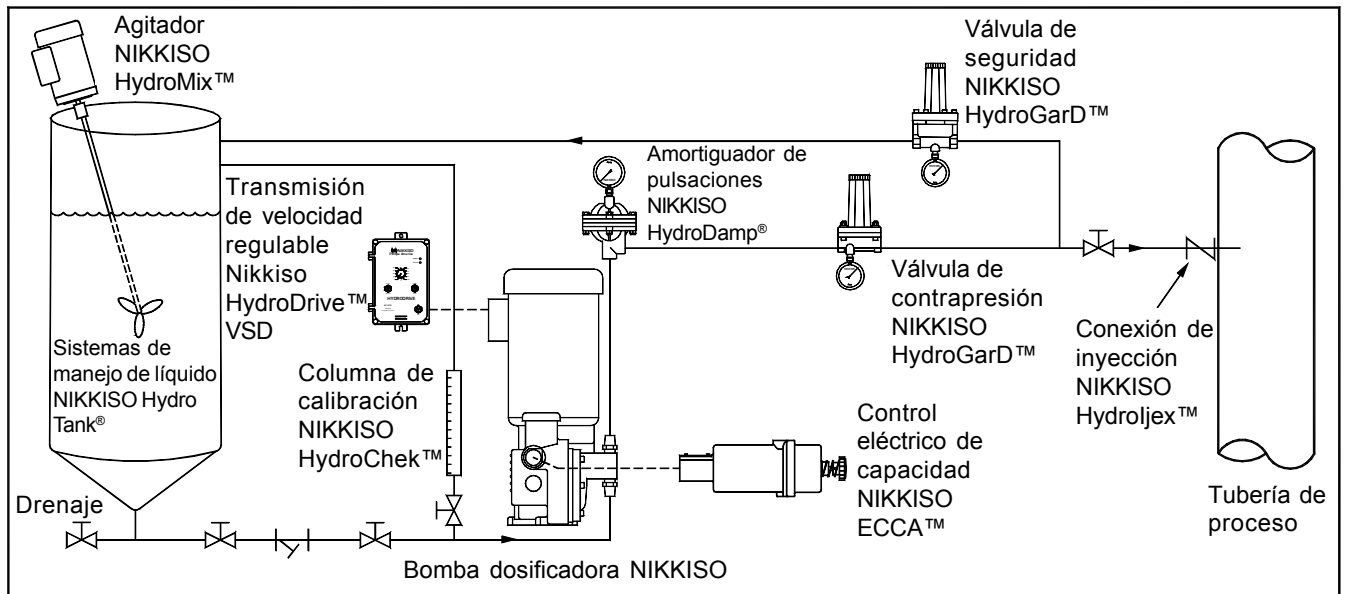

Figura 3 Instalación típica de bomba dosificadora
2. Se recomienda tener una diferencia mínima de presiones de 25 psi (1.75 bar) entre las válvulas de succión y descarga, para que funcione bien la derivación hidráulica de la bomba y que las retenciones de bola asienten bien. Si la presión normal de descarga fuera menor que la de succión, debe crearse una presión de descarga artificial para evitar el sifonaje. Esto se puede lograr usando una válvula de contrapresión NIKKISO HydroGarD™ instalada en la tubería de la descarga, como se ve en la figura 3 arriba.
Si hay otras fuentes de presión o tramos de tubería hidráulicamente aislados en el sistema, se debe instalar una válvula externa de alivio de seguridad en la tubería de descarga de la bomba, tan cerca de la bomba como sea posible y ANTES de cualquier válvula aisladora. La válvula de seguridad debe descargar de regreso al tanque de la succión, o a un drenaje de seguridad, como se ve en la figura 3.
4. Compruebe con certeza que se hayan instalado los componentes y conexiones accesorias con la orientación y en el orden correcto, como se ve en la figura 3.
La calibración de la bomba se puede hacer midiendo la disminución del nivel del líquido bombeado, con una columna de calibración NIKKISO HydroChek™ instalada en la tubería de succión, como se ve en la figura 3, página 3. Siga las instrucciones de calibración que proporciona el fabricante del cilindro.